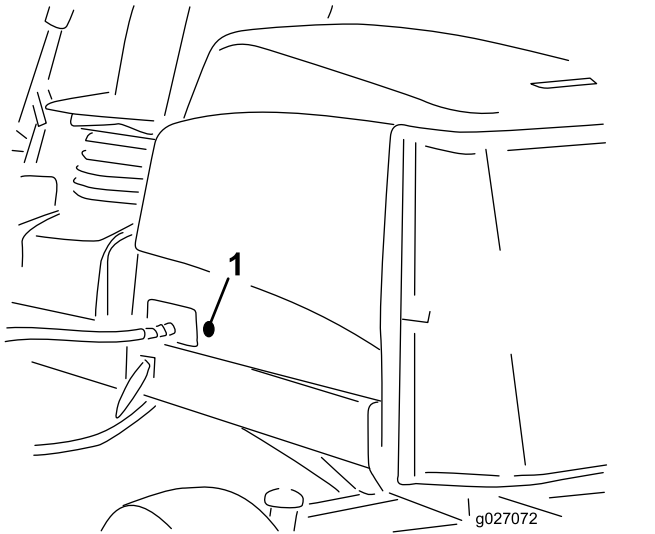

Figura 19
2. Retire el tapón de goma del taladro de lado izquierdo del capó (Figura 19).